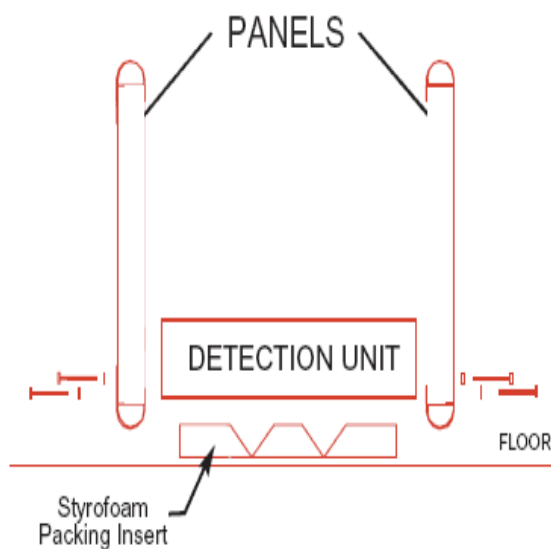

FIGURA 2-2
3. Coloque cualquiera de las seis piezas del embalaje en el suelo, como se muestra en al figura 2-2.